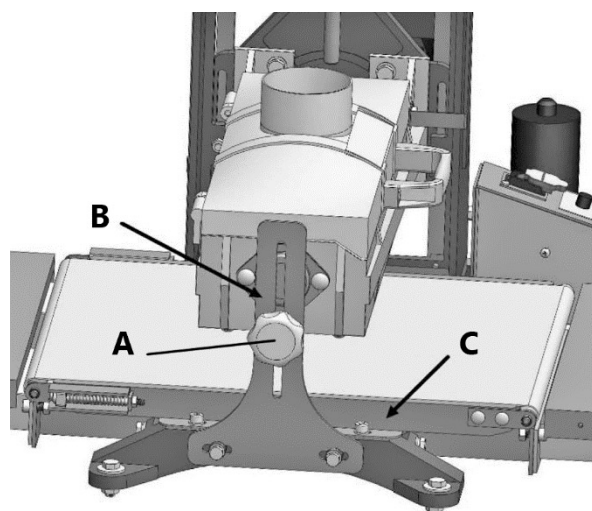

Рисунок 31.
- Открутите ручку А (рис. 31) и стойку В.